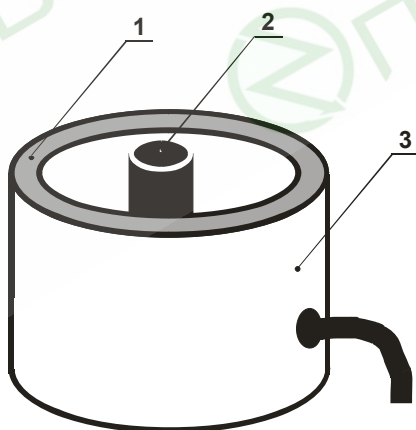

Рис.3. Объемный зонд
3.7. **Объемный зонд** (см. рис.3) предназначен для измерения влажности сыпучих материалов в составе измерительного блока и конструктивно выполнен в виде металлического цилиндра (поз.3), внутрь которого засыпается измеряемый материал.